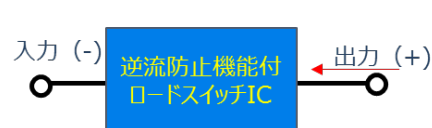

図 3.3.3 ロードスイッチ IC を使用
- 逆流防止機能付きのロードスイッチ IC を使う (図 3.3.3)